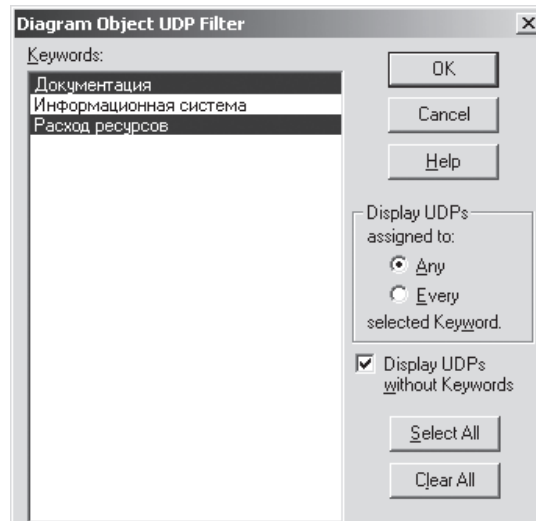

Рис. 10.4. Диалог Diagram Object UDP filter
6. В диалоге Activity Properties щелкните по кнопке Filter. В появившемся диалоге Diagram Object UDP filter (рис. 10.4) отключите ключевые слова «Информационная система». Щелкните по ОК. В результате в диалоге Activity Properties не будут отображаться UDP с ключевыми словами «Информационная система».